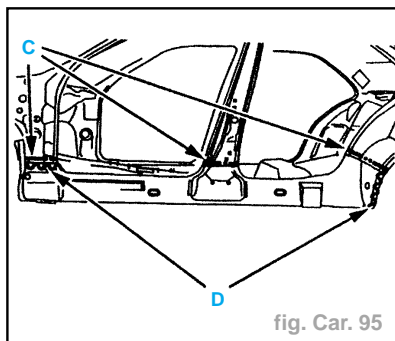

fig. Car. 95
- Retoucher les coupes (suivant C) (fig. Car. 95).